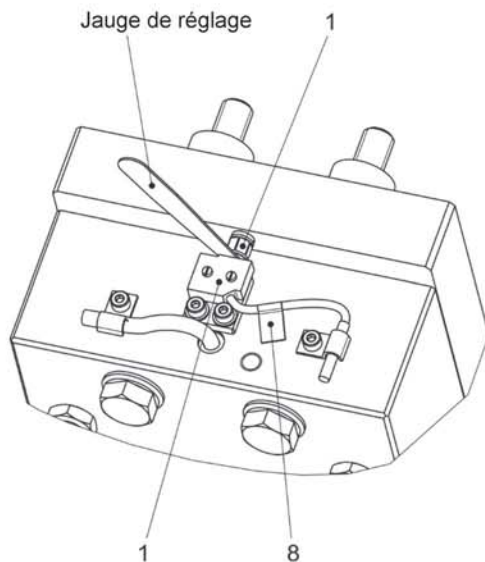

Fig. 2
7. Introduire une jauge dont l'épaisseur correspond à la cote pour la jauge de réglage entre l'interrupteur de proximité (1) et le boulon (4) (fig. 2).